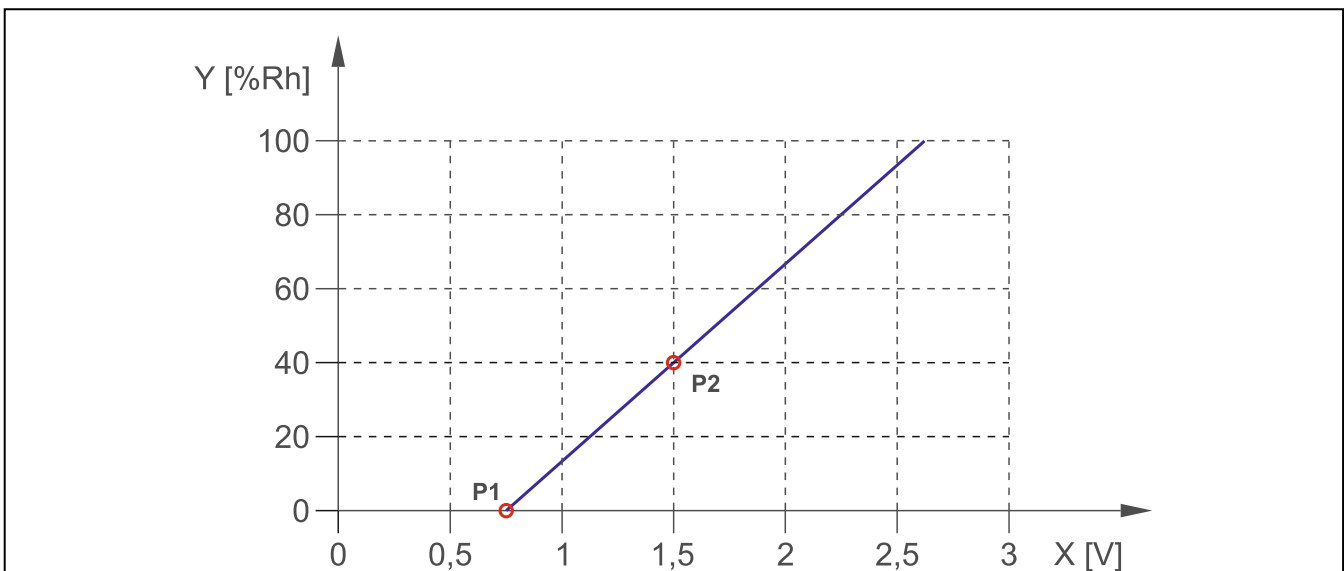

Fig. 21. Exemple de la caractéristique linéaire du capteur d'humidité de l'air. X – humidité relative [% Rh], Y – tension à la sortie du capteur [V].
illustre la dépendance entre la tension sur la sortie du capteur et la grandeur physique enregistrée par le capteur (voir fig. 21).
**P1 / P2** – entrez la valeur de tension (X1 / X2) et la valeur correspondante de la grandeur physique (Y1 / Y2) pour deux points sur la caractéristique linéaire du capteur (voir l'exemple de la fig. 21, où : P1: 0,75 V -> 0% Rh i P2: 1,5 V -> 40% Rh).